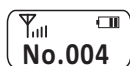

图7
- ④ 腰夹：便于将迷你麦克风固定于腰带。
- ⑤ 电池盖：按住电池仓两边的按钮往外拉可打开电池仓，按电池极性标识装入AA电池两节。
- ⑥ 发射天线：为1/4波长鞭状发射天线。
- ⑦ 本体：装配主机板及其配件。
- ⑧ 液晶面板：显示当前编码和电池电量，如图7。
- ⑨ 电池仓：装2节AA电池。